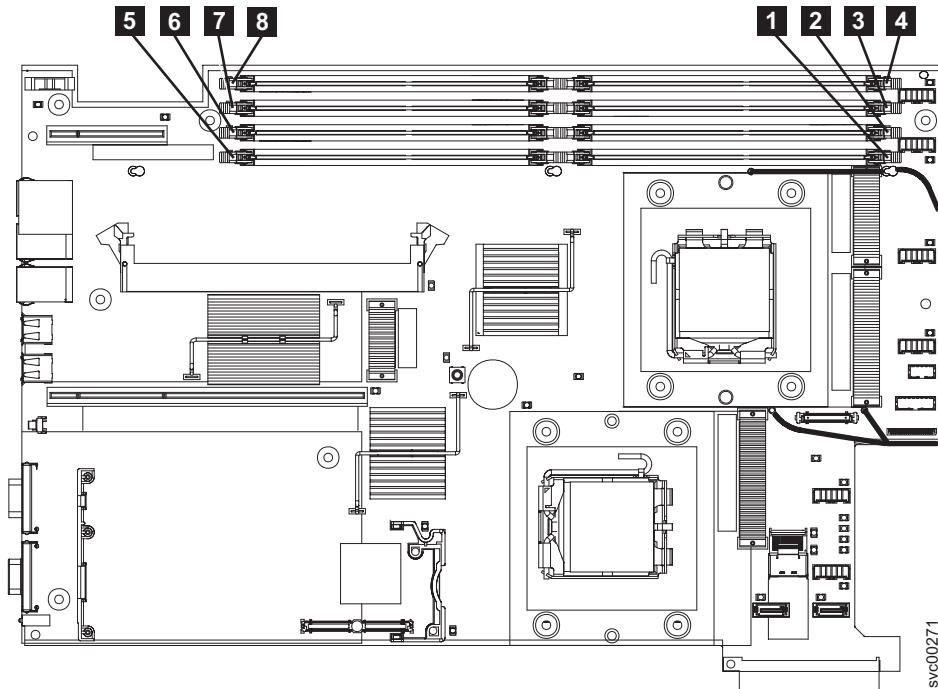

図93. SAN ボリューム・コントローラー 2145-8G4 メモリー・モジュールのを見つけ方
- オリジナル・バージョン (Rev 1) は、122 ページの図 93 に示すように、スロット **1** から **8** で 8 個の 1 GB メモリー・モジュールを使用します。